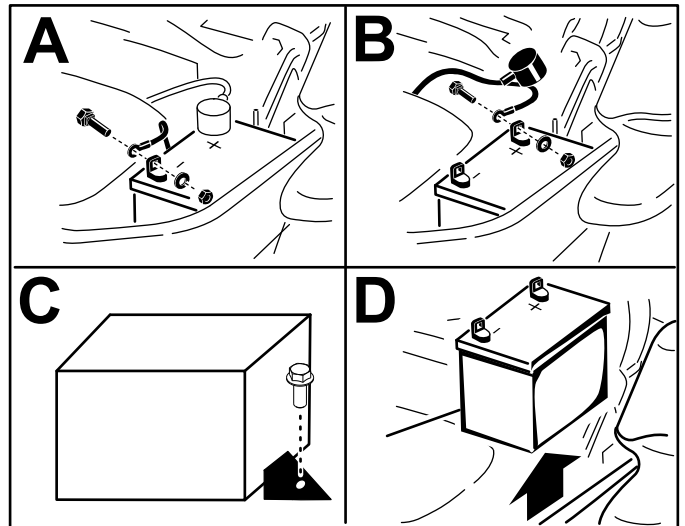

Bild 63
5. Nehmen Sie die Batterie heraus, wie in Bild 63 abgebildet.